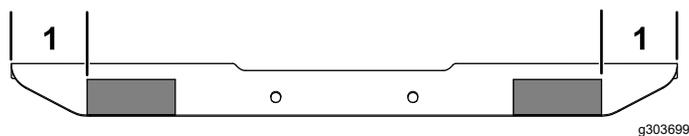

Figura 14
- Aplice la cinta reflectante amarilla al soporte transversal de las luces usando las dimensiones indicadas en la **Figura 14**.